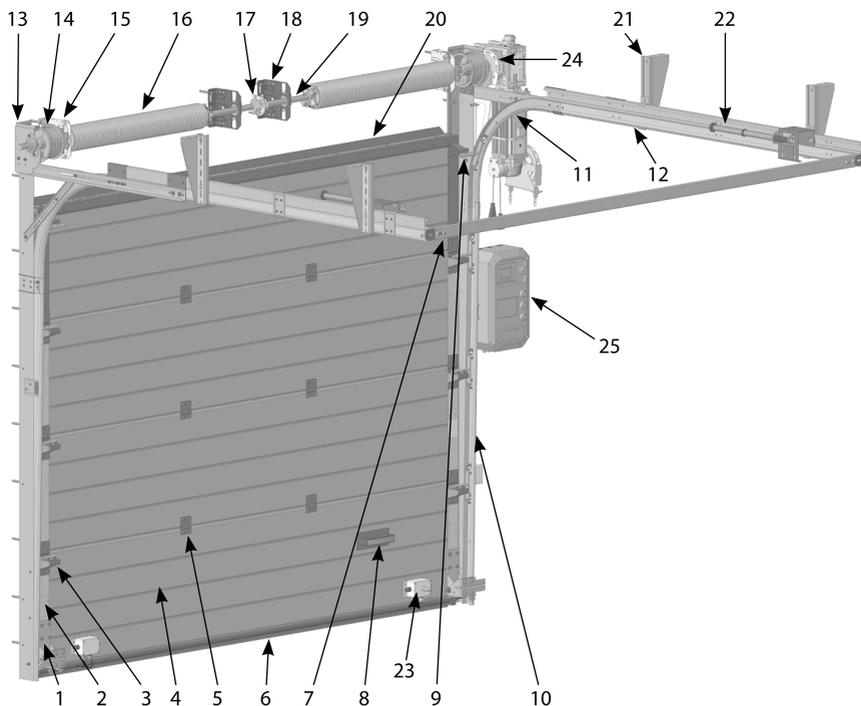

Рис. 1. Промышленные ворота ProPlus Fast. Стандартный монтаж
Ворота состоят из несущего каркаса, воротного полотна, торсионного вала с торсионными пружинами, элементов управления. На *рис. 1* приведено схематическое изображение ворот стандартной комплектации.
- нижние кронштейны с защитой от обрыва троса (поз.1 на *рис. 1*);
- предохранительные храповые муфты (поз.15 на *рис. 1*), срабатывающие при поломке пружин.